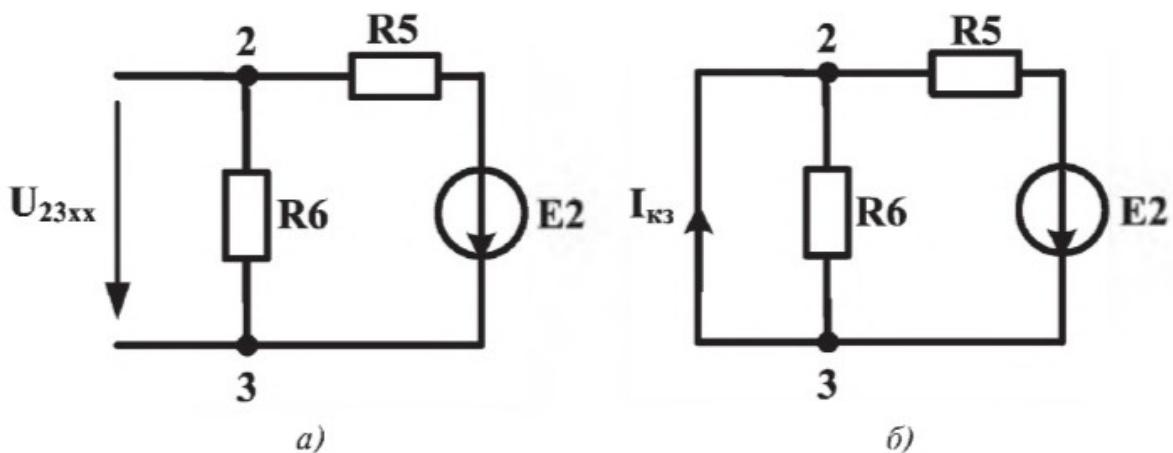

Рис. 10
6.1. измерить напряжение холостого хода $U_{23\text{хх}}$ в цепи рис. 10,*a*;
6.2. закоротить гнезда 2 и 3 цепи рис. 10,*b*, измерить падение напряжения на резисторе R_5 и рассчитать ток короткого замыкания $I_{\text{кз}}$. Результаты записать в отчет;
6.3. вычислить эквивалентное сопротивление цепи рис. 10,*a* относительно узлов 2 и 3, используя результаты измерений п.6.1 и п.6.2;
7. Используя параметры цепи рис. 10,а, рассчитать теоретически ЭДС и внутреннее сопротивление эквивалентного источника напряжения. Расчеты и полученный результат записать в отчет. Сравнить расчетные значения с экспериментальными.